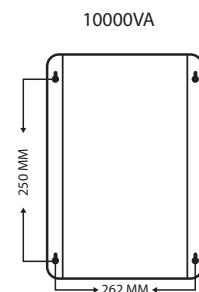

Рис. 5
2. При монтаже стабилизатора на стену, держите прибор за его верхнюю и нижнюю часть (Рис. 5).